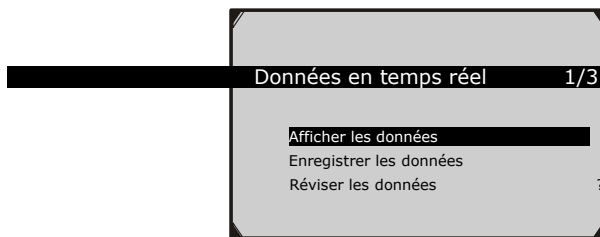

Figure 5.12
Pour enregistrer les données en temps réel utilisez le bouton de défilement **HAUT/BAS** pour sélectionner **Enregistrer les données** du menu **Données en temps réel** et appuyez sur le bouton **OK**. (Figure 5.12)
- 1) Pour réviser les données enregistrées utilisez le bouton de défilement **HAUT/BAS** pour sélectionner **Révision des données** du menu **Données en temps réel** et appuyez sur le bouton **OK**. (Figure 5.12)